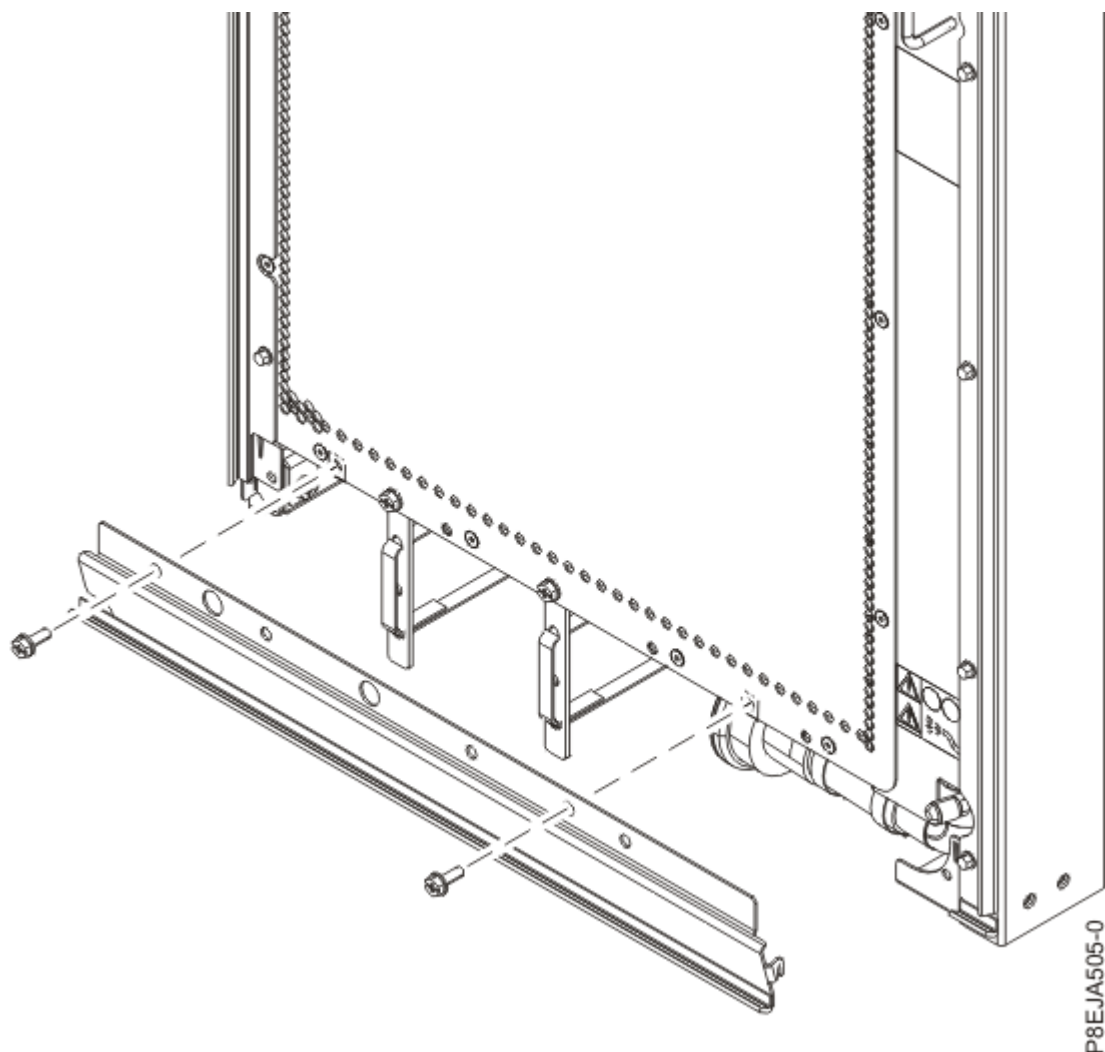

Figura 109. Instalando o painel interno da mangueira
- a. Instale o painel de acesso da mangueira interna na parte inferior dentro do trocador de calor, conforme mostrado em Figura 109 na página 156.